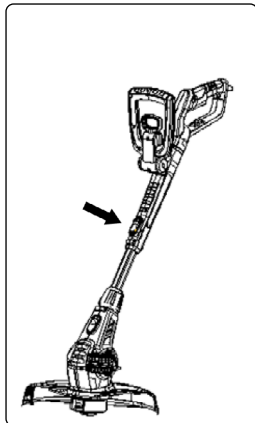

Рис. 15
- Нажмите на кнопку на штанге (Рис. 15).